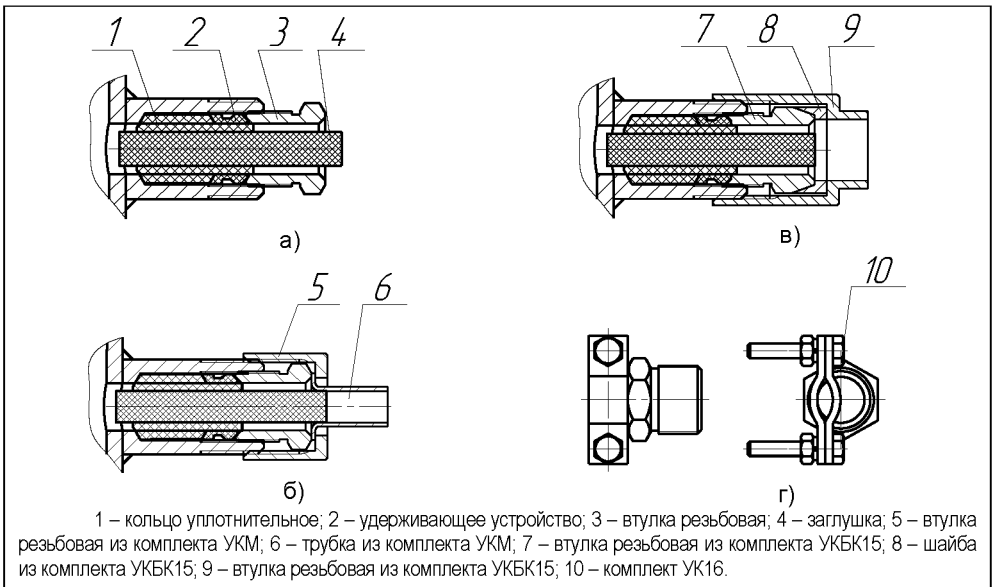

Рисунок 1 – Элементы кабельных вводов:
5.1.1 Адаптер изготавливается с кабельным вводом **D12** (см.рисунок 1).
Кабельный ввод **D12** содержит (рисунок 1): кольцо уплотнительное 1, удерживающее устройство 2, втулку резьбовую 3, резиновую заглушку 4.
Комплекты **УКМ10, УКМ12** (устройство крепления металлорукава) состоят из втулки резьбовой 5 и трубка 6 (рисунок 1,б). Комплекты предназначены для крепления металлорукава с внутренним диаметром 10 мм (УКМ10) или 12 мм (УКМ12).
Комплект **УКБК15** (устройство крепления бронированного кабеля) состоит из втулки резьбовой 7, устанавливаемой взамен втулки 3, шайбы 8 и втулки резьбовой 9 (рисунок 1,в). Фиксация брони кабеля осуществляется между втулками 7 и 8 при наворачивании втулки резьбовой 9. Комплект предназначен для крепления бронированного кабеля с наружным диаметром до 15 мм.
Комплект **УК16** (устройство крепления) состоит из втулки резьбовой с хомутом (рисунок 1,г), устанавливаемой взамен втулки 3 и позволяет хомутом закреплять металлорукав или броню кабеля, а так же обеспечивать дополнительное крепление самого кабеля. Комплект предназначен для крепления кабеля, металлорукава с наружным диаметром до 16 мм.